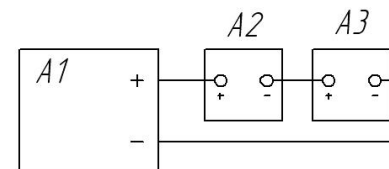

Рис. 4
*При одновременном заряде двух батарей соединяют между собой последовательно в соответствии с рис. 4.